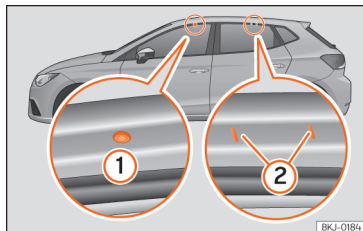

Fig. 144 Pontos de fixação das barras longitudinais para o porta-bagagens de tejadilho.
Os pontos de fixação dianteiros e traseiros ① e ② só se podem ver com as portas abertas >>> Fig. 144.